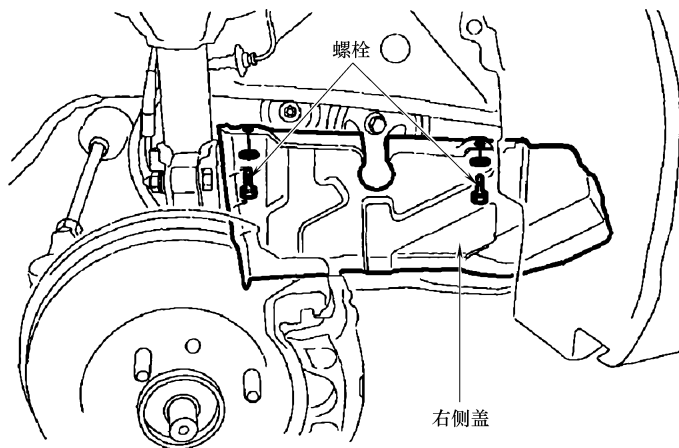

图 31-2 螺栓和右侧盖
- 3) 如图 31-2 所示，拆卸右侧盖的 2 个螺栓和右侧盖。